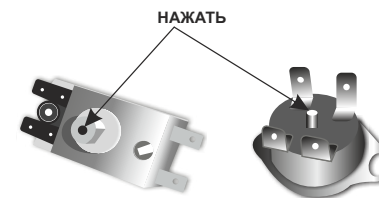

Рис. 1
- 3) Нажмите на кнопку, расположенную на термостате, для приведения ЭВН в обычный режим работы (рис. 1).